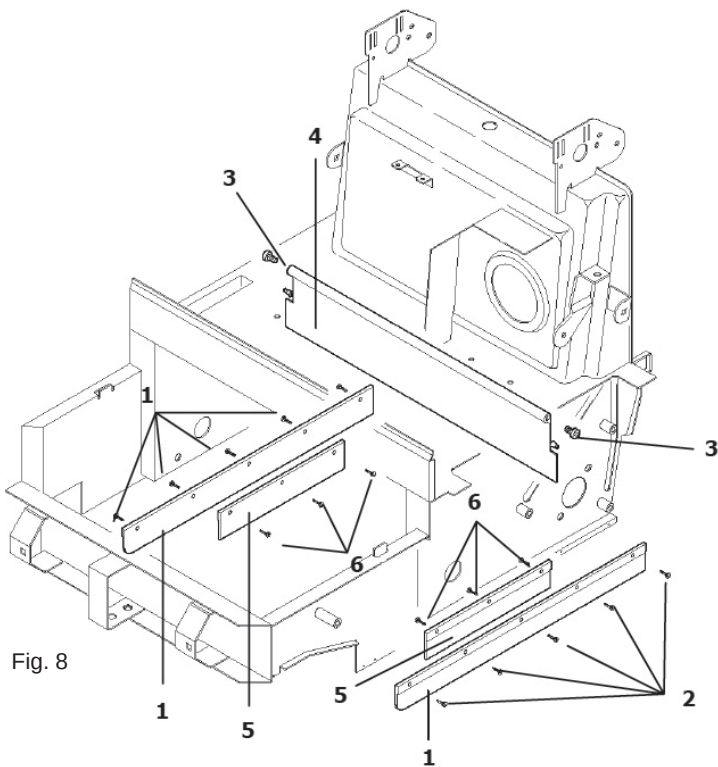

Fig. 8
Om de zijflappen (pos. 1 Fig. 8) te vervangen, moet u de achterwielen verwijderen. Draai de schroeven die de flappen aan het frame bevestigen los (pos. 2 Fig. 8) en vervang de oude flappen door nieuwe.
Voor het vervangen van de binnenste zijflappen (pos. 5 Fig. 8) tilt u de voorkant van de machine op en draait u de schroeven los (pos. 6 Fig. 8) die de flappen aan het frame bevestigen. Vervang de oude flappen door nieuwe.
- Draai de twee bevestigingspennen van de flap (pos. 3 Fig. 8) aan de zijkanen van het frame los.
- Pak de flap beet en trek hem weg (pos. 4 Fig. 8) naar de buitenkant van de machine.